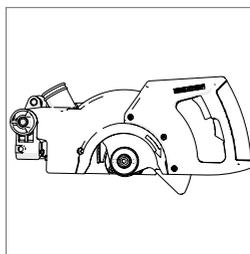

Fig. 1c
- La testa di taglio nella posizione bloccata in basso (fig. 1c).